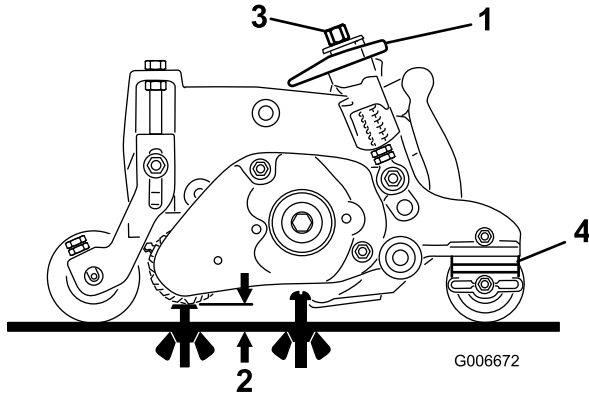

Figura 46
1. Asegúrese de que el acondicionador está ajustado a la altura de acondicionado (HOG) deseada (Figura 46).